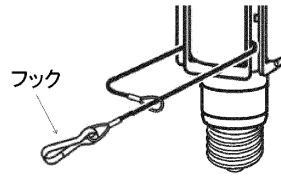
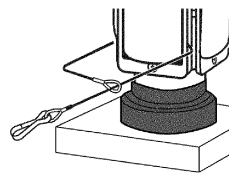

図2
図3
2. ワイヤーをロ金方向にスライドし、(図2)のように輪に通し、フックを取り付けてください。その後、器具にランプパッキンを取り付けランプを器具に装着してください。(図3)